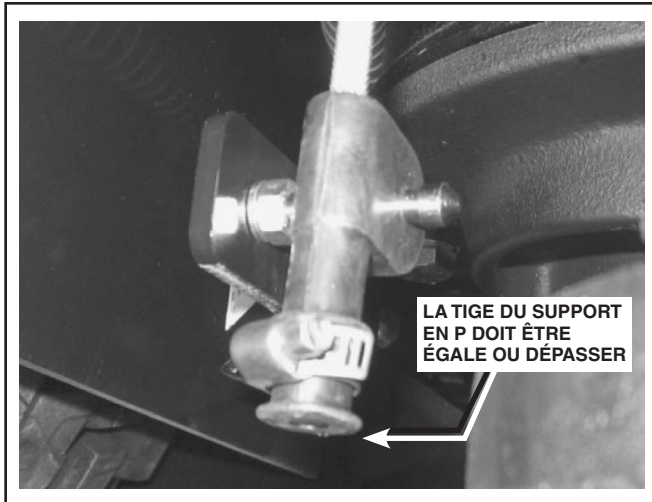

Figure 11 - Installation de la tige du support en P
7. Révérifier la mise à niveau arrière du véhicule et effectuer les ajustements à nouveau, si nécessaire. Lorsque les ajustements sont terminés, s'assurer que le bout de la tige d'ajustement est égal ou dépasse l'orifice du support en P. Voir Figure 11.